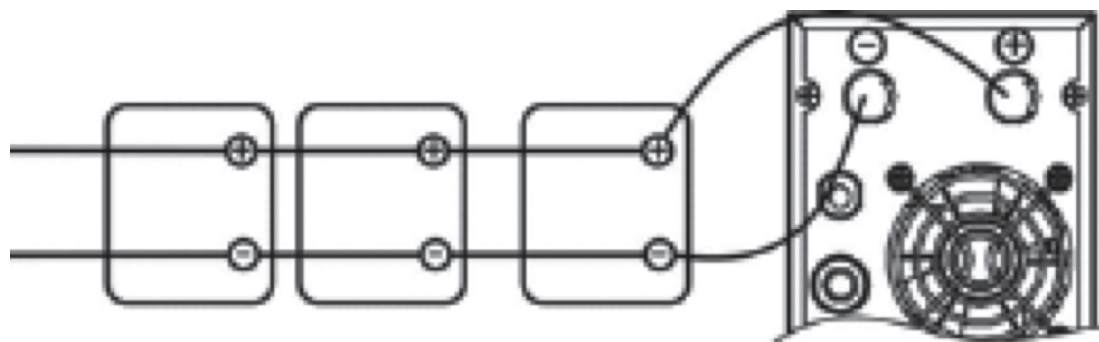

Рис. 3
3) Подключение нескольких аккумуляторных батарей, соединенных параллельно (см. рис. 3): Напряжение каждой батареи должно равняться номинальному напряжению постоянного тока данного устройства.